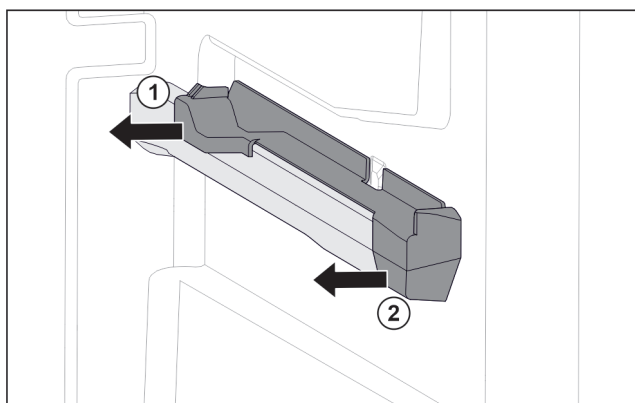

Fig. 61 Oikeanpuoleisen kannattimen kiinnitysosa
- Vedä kiinnitysosa takaa sivuun. Fig. 61 (1)
- Vedä kiinnitysosa edestä sivuun. Fig. 61 (2)